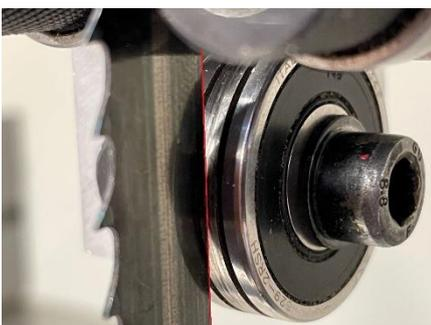
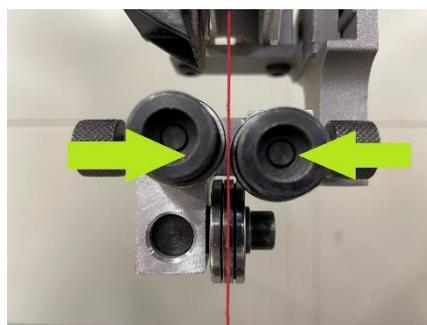

Figure 35
Figure 36
- Zentrieren Sie das Kugellager so, dass das Sägeband im Teil zwischen den beiden Nuten anliegt (Fig 35) und justieren Sie dann die seitlichen Lager ein (Fig 36).